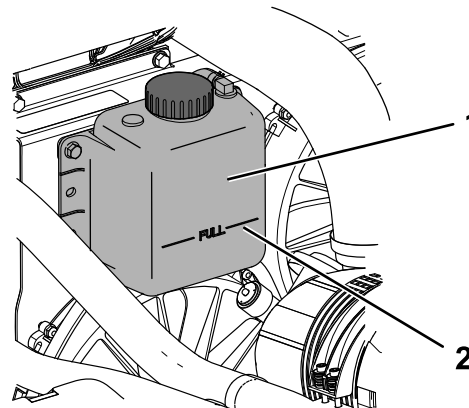

Figura 72
4. Compruebe el nivel de refrigerante del depósito de expansión (Figura 72).